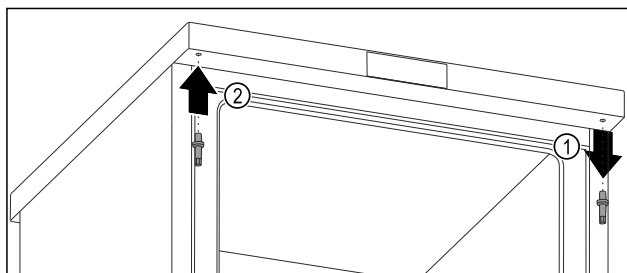

Fig. 14
- Keerake ülemine polt väliskuuskantvõtmega välja. Fig. 14 (1)
- Keerake polt vastasküljel väliskuuskantvõtmega kinni. Fig. 14 (2)